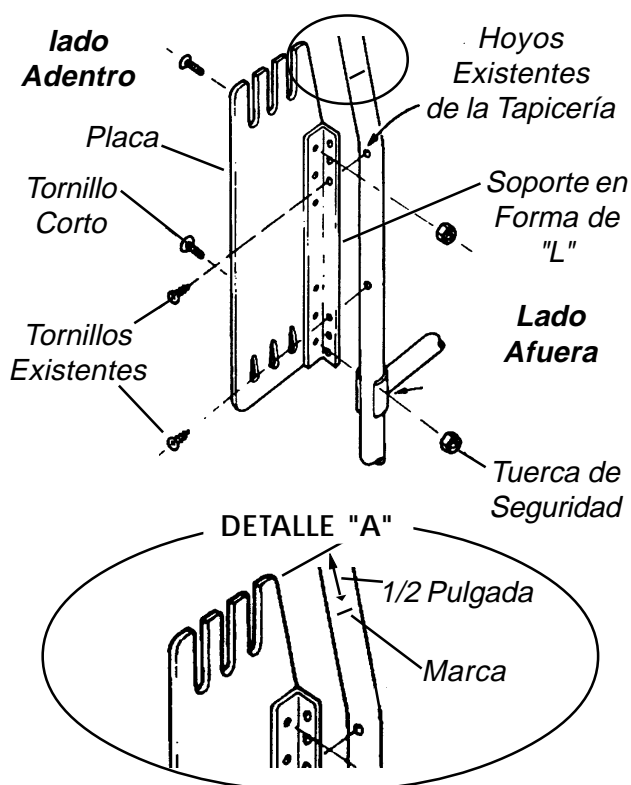

FIGURA 4 - INSTALACION EN SILLA DE RUEDAS USANDO EL SOPORTE EN FORMA DE "L"
### Instalacion en Silla de Ruedas Usando Soportes en Forma de "L" (FIGURA 4)
3. Cuando use el soporte en forma de "L" asegúrese de que el extremo superior de la placa queda 1/2 pulgada (1.2 cm) más alta que la marca determinada en el PASO 8 en DETERMINANDO LA POSICION PARA LA INSTALACION DEL RESPALDO PERSONAL en esta hoja de instrucciones (DETALLE "A", FIGURA 4).
4. Instale dos (2) tornillos cortos (por el lado de adentro) a través de los hoyos pequeños en la placa, después a través del soporte en forma de "L". Aprete bien las tuercas para asegurar la placa al soporte en forma de "L".